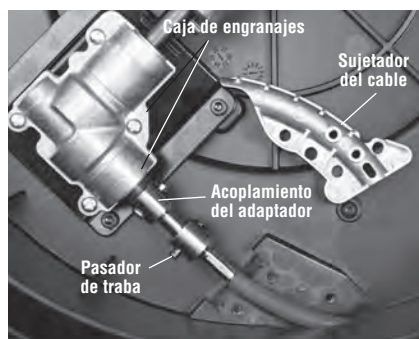
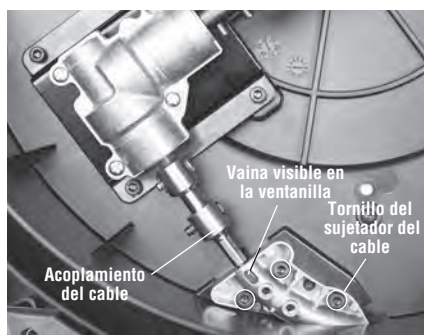

Figura 15 – Apertura del alojamiento de la limpiadora de desagües
Figura 16 – Reemplazo del conjunto del cable
3. Abra el alojamiento (Figura 15).
4. Extraiga los tornillos del sujetador del cable y el sujetador del cable (Figura 15, Figura 16).
7. Proceda en forma inversa para ensamblar el aparato. Apriete bien todos los tornillos sujetadores. Asegure que la vaina esté junta al tope de la ventanilla en el sujetador del cable. Vea la Figura 16.